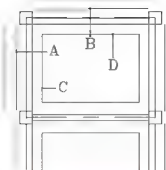

图 5.6 偏移大放脚
(3) 如图 5.6 所示, 将 A 和 B 大放脚分别向外偏移 480mm。